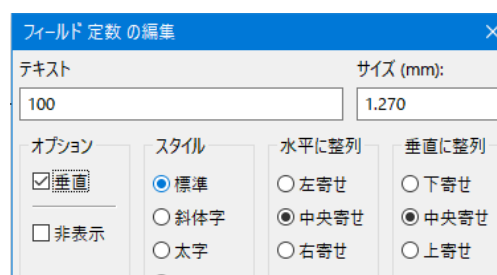

図 5-16
(10) 値の入力 ショートカット V
- ① 抵抗などの値は、部品にマウスポインタを合わせショートカット V を入力します。
- ② 「フィールド定数の編集」ダイアログが開きます。
- ③ テキスト欄に値を入力します。右図 5-16